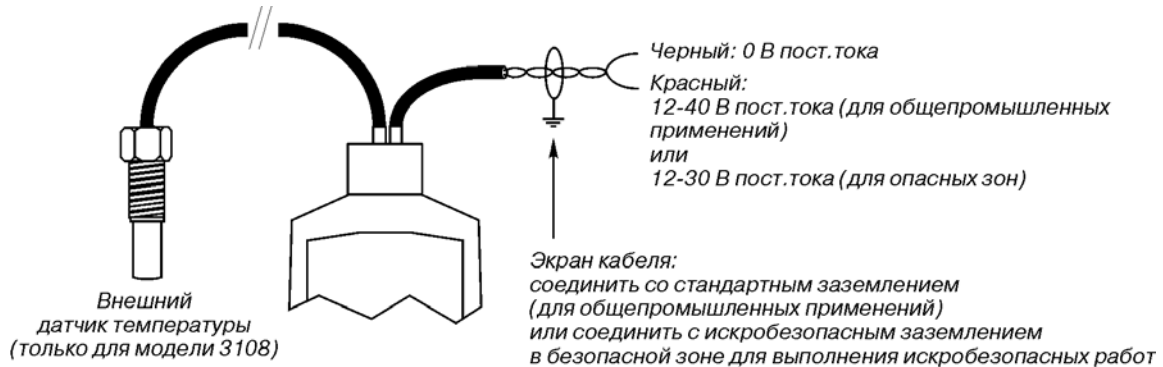

Рис. 9. Схема подключения.
2. Подсоедините провода как показано на рис. 9, принимая во внимание то, что для работ, не требующих искробезопасности, необходимо постоянное напряжение 12-40 В.
2. Подсоедините провода как показано на рис. 9, принимая во внимание то, что для искробезопасных применений диапазон напряжений должен составлять 12-30 В.